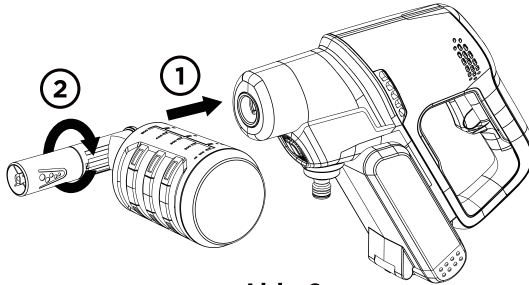

Abb. 2
MONTAGE DER SEIFENFLASCHE MIT SCHAUMDÜSE (Abb. 2)
1. Stecken Sie das Ende der Seifenflasche mit Schaumdüse in den Hochdruckreiniger und drehen Sie sie, um sie zu sichern. (Abb. 2)